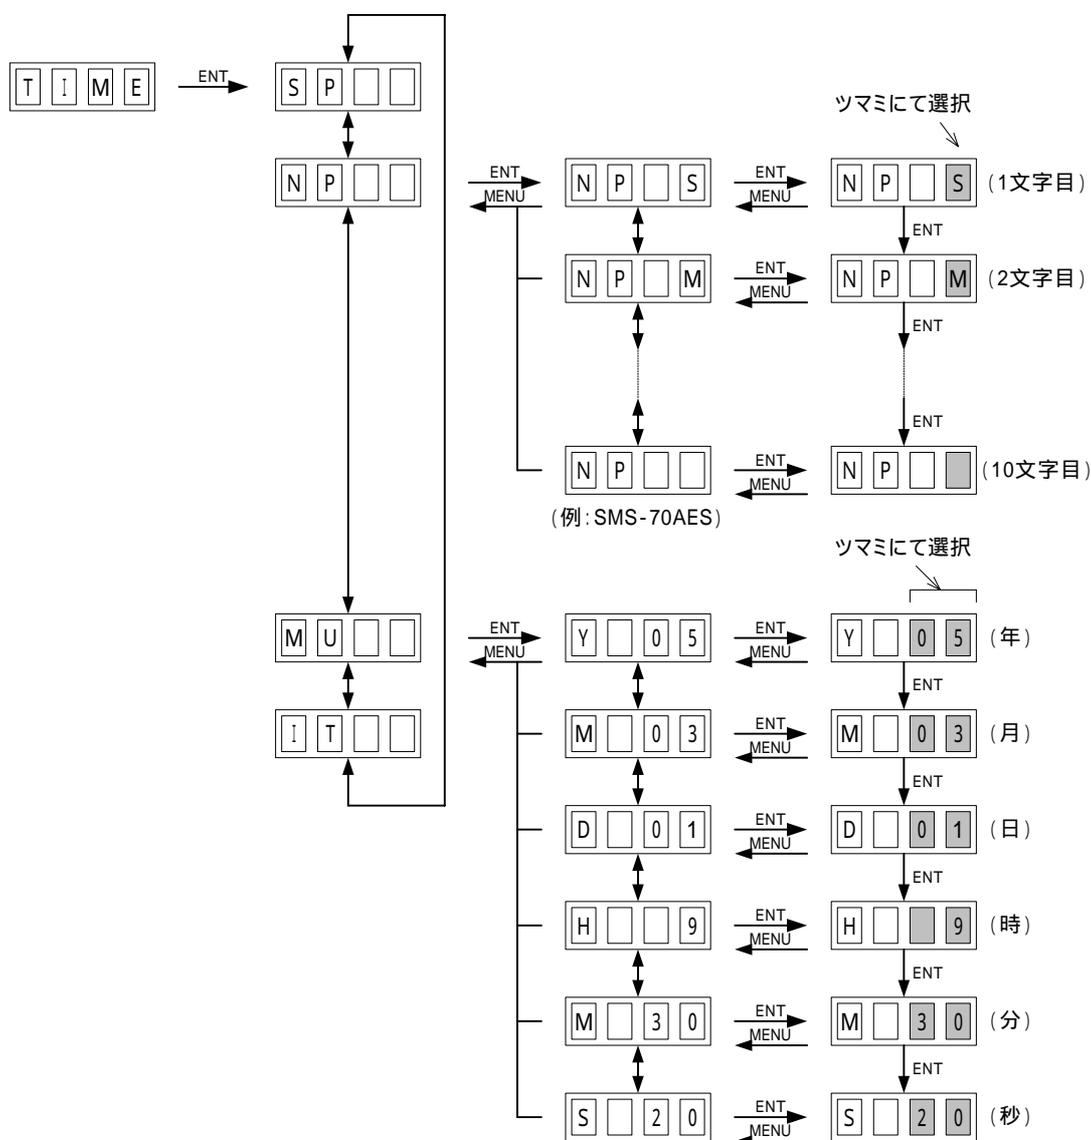

図4-6 表示器 (「TIME」例)
- 1) メインメニューで「TIME」を選択し、**ENTER**ボタンを押すと図4-6のような設定メニューが表示されます。ツマミを回して変更項目を選択し**ENTER**ボタンを押して項目を決定します。